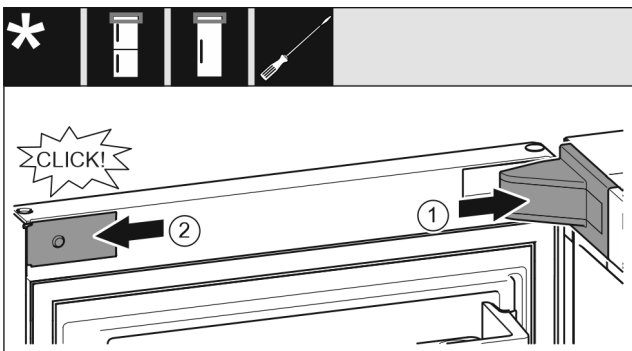

Fig. 20
- ▶ Nasad'te kryt ložiskovej konzoly a zaistite, príp. opatrne roztlačte. Fig. 20 (1)
- ▶ Zboku nasad'te a zaistite kryt. Fig. 20 (2)